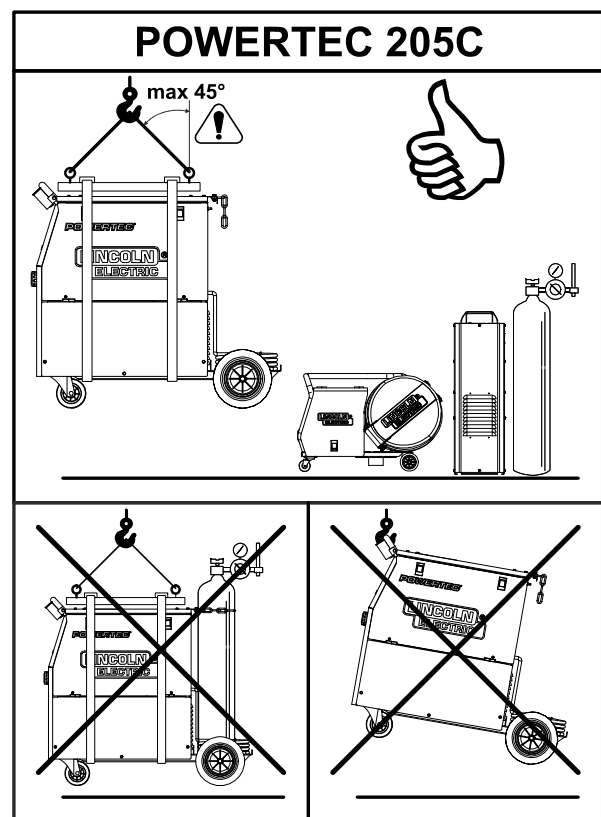

Bild 20
Säker transport och lyftning av POWERTEC® 205C (se bild 20):
- Använd utrustning med tillräcklig kapacitet för att lyfta och hålla aggregatet. Använd travers och minst två lyftstroppar som i bild 20.
- Axiell last i 45 grader enligt bild 20.